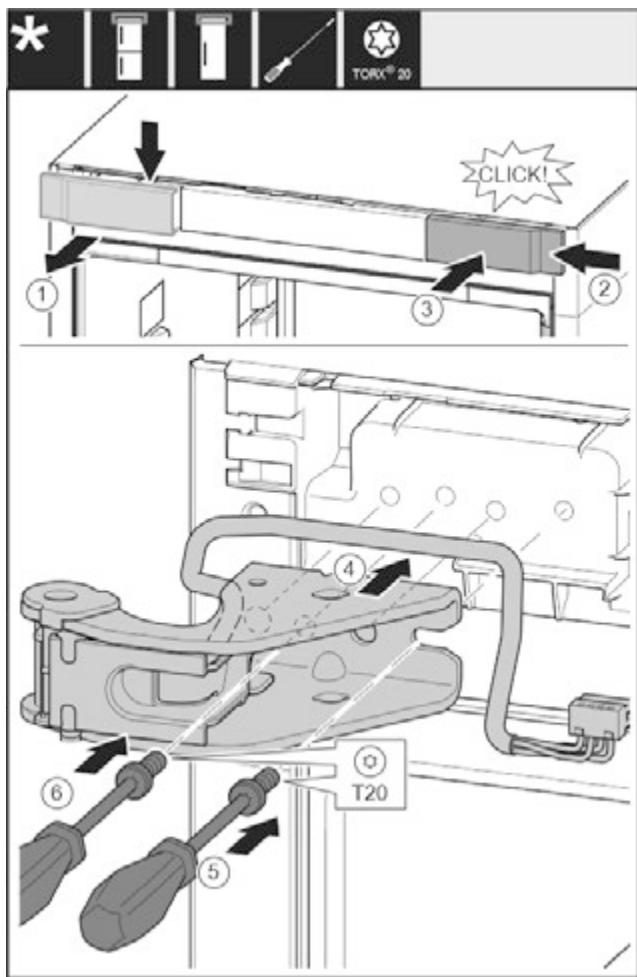

Fig. 25
- Зніміть кришку вгорі вперед. Fig. 25 (1)
- Почекіть кришку, що повернута на 180°, з іншого боку праворуч. Fig. 25 (2)
- Зафіксуйте кришку. Fig. 25 (3)
- Встановіть верхній опорний кронштейн. Fig. 25 (4)
- Встановіть та закрутіть гвинт за допомогою викрутки T20. Fig. 25 (5)
- Встановіть та закрутіть гвинт за допомогою викрутки T20. Fig. 25 (6)